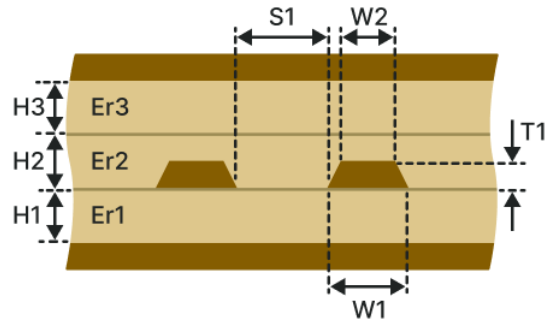

Рис. 148 Дифференциальная полосковая ЛП (ДП-1Н2В)
- Дифференциальная полосковая ЛП (ДП-1Н2В), см. Рис. 148.